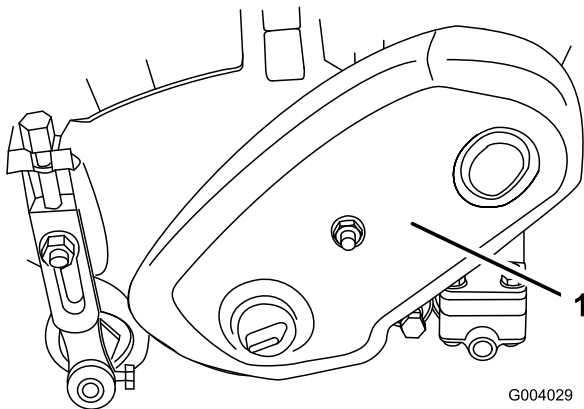

Figura 32
1. Togliete i dispositivi di fissaggio del paracinghia e il paracinghia per accedere alla cinghia (Figura 32).